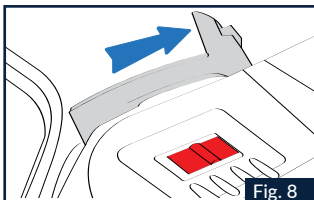

Fig. 8
2.1 Chiudere la mentoniera (se aperta) e controllare che i meccanismi laterali si trovino in posizione di completa apertura (Fig. 8).